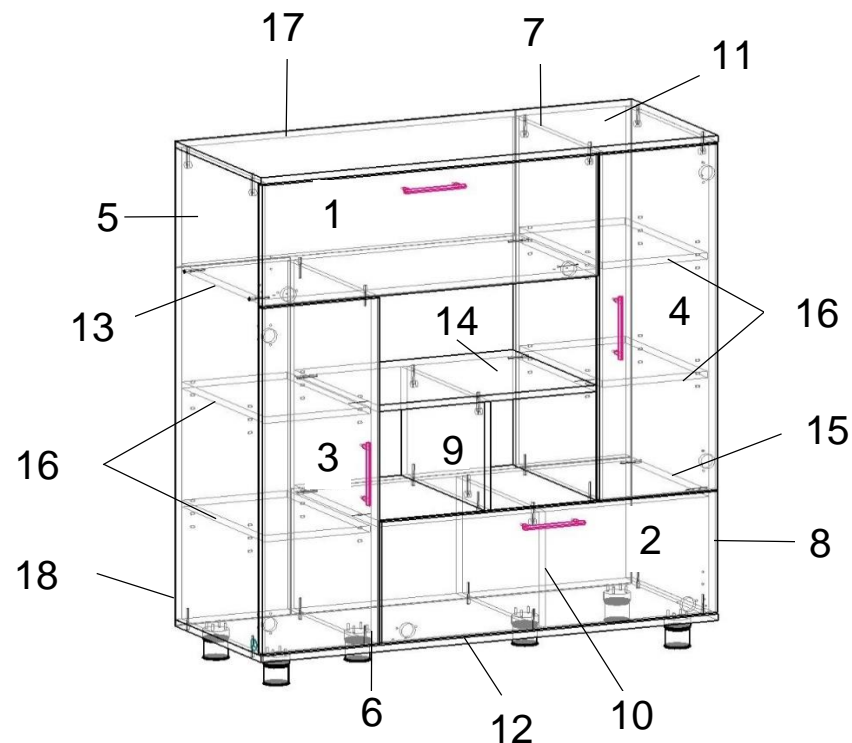

рис. 1
- Соберите корпус шкафа (рис. 1).